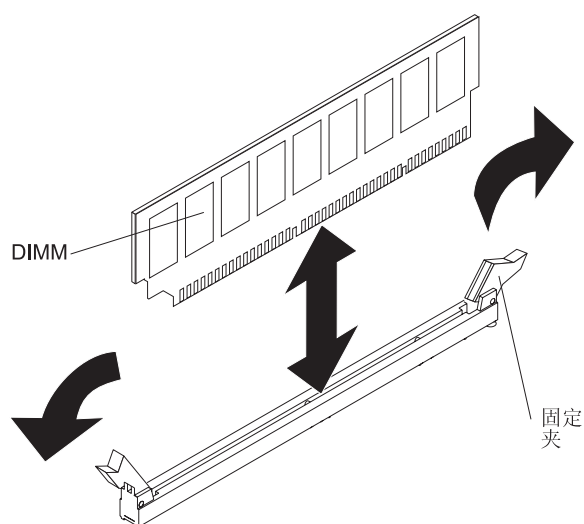

图 21. 卸下 DIMM
7. 小心地打开 DIMM 接口两端的固定夹并卸下 DIMM。（请参阅图 21）。